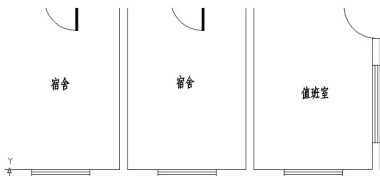

图 3.17 改变“宿舍”二字的文字样式
① 执行菜单栏中的【修改】|【特性匹配】命令，或单击【标准】工具栏上的  图标，或在命令行输入“MA”并按 Enter 键，启动【特性匹配】命令。
② 在**选择源对象**：提示下，单击选择“值班室”，此时光标变成“大刷子”的形状。
③ 在**选择目标对象或[设置(S)]**：提示下，选择“宿舍”，则“宿舍”变成了仿宋体，如图 3.17 所示，按 Enter 键结束命令。